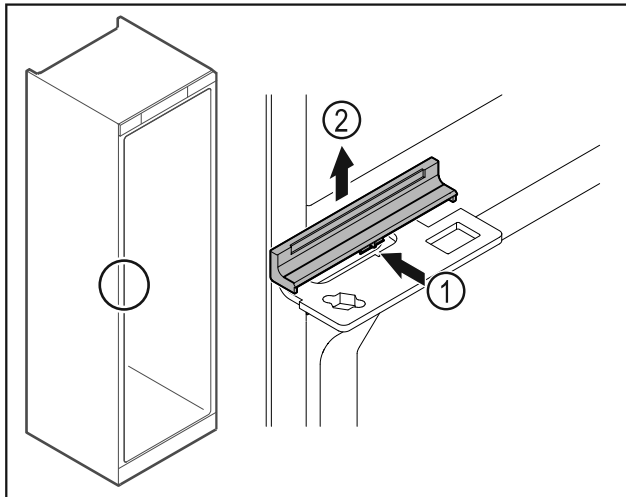

Fig. 48
- Кришку Fig. 48 (1) трохи натиснути в центрі та зняти рухом вгору Fig. 48 (2).